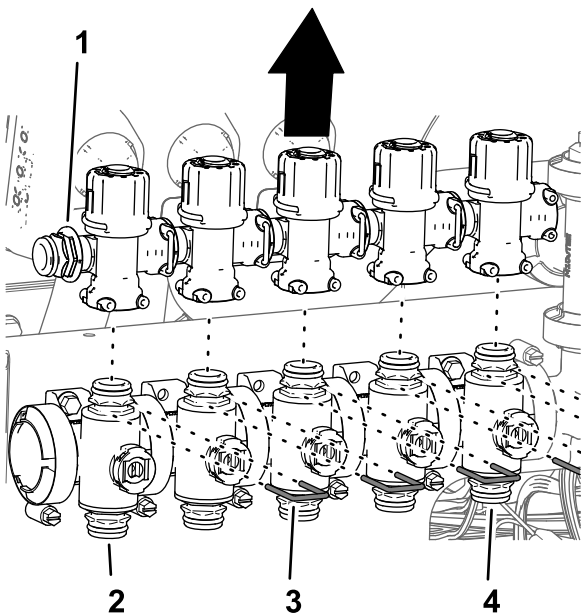

图99
4. 取出将旁通阀固定到喷嘴阀 1 至 7 的卡环图99。
5. 从喷嘴阀 1 至 5 上提起旁通阀图99。